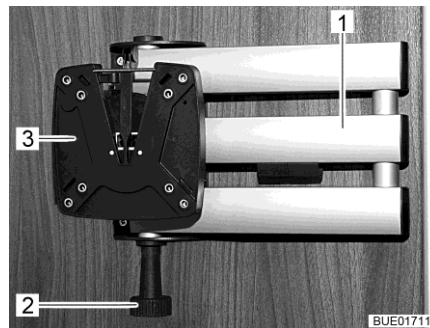

Bild 67 Halterung (zweiteiliger Gelenkarm)
- Entriegelungsknopf (Bild 67,2) ziehen. Der Gelenkarm (Bild 67,1) ist entriegelt.
- Flachbildschirm in die Ausgangslage zurückschwenken, bis die Halterung (Bild 67,3) hörbar in die Verriegelung einrastet.